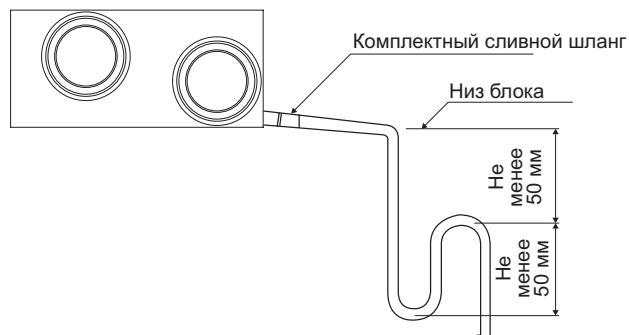

Рис. 7-1
(1) Установите дренажные трубы.
- В случае системы прямого подсоединения к воздуховоду, внутри блока существует отрицательное давление относительно атмосферного, поэтому на воздуховыпускном отверстии необходимо предусмотреть отстойник. (См. Рис. 7-1)